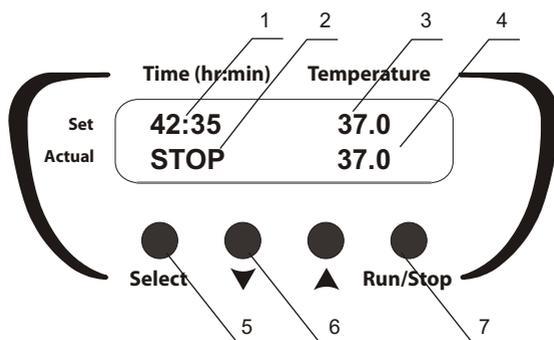

Рис. 1. Панель управления
4.3. Нажатием кнопки **Select** (рис. 1/5) выберите параметр, который необходимо изменить (каждое нажатие кнопки **Select** последовательно активирует установленные значения в верхней строке дисплея; активный параметр обозначается мигающей индикацией).
4.4. Кнопками ▲ и ▼ (рис. 1/6) установите необходимую температуру. Температура устанавливается с точностью до 0,1°C. Установленные
значения отображаются в верхней строке дисплея (рис. 1/3). Если кнопка установки удерживается нажатой более 2 сек., скорость смены значений увеличивается. Начинается нагрев термоблока. Текущие показания температуры отображаются в нижней строке дисплея (рис. 1/4).
- 4.6. Кнопками ▲ и ▼ (рис. 1/6) установите необходимый интервал времени. Время устанавливается с точностью до 1 мин. Установленное значение времени отображается в верхней строке дисплея (рис. 1/1). Если кнопка установки удерживается нажатой более 2 секунд, скорость смены значений увеличивается.
- 4.7. Нажмите кнопку **Run/Stop** (рис. 1/7). При этом начнется отсчет установленного интервала времени в нижней строке дисплея (рис. 1/2).
- 4.8. По истечении установленного интервала времени таймер подает звуковой сигнал, при этом на дисплее отображается мигающая индикация STOP. Нажмите кнопку **Run/Stop** (рис. 1/7) для прекращения сигнала.
-  **Внимание!** При остановке таймера не прекращается процесс нагрева/поддержания установленной температуры. Для прекращения нагрева необходимо кнопкой ▼ T, °C (рис. 1/6) установить значение температуры ниже 25°C (индикация OFF на дисплее, рис. 1/3).